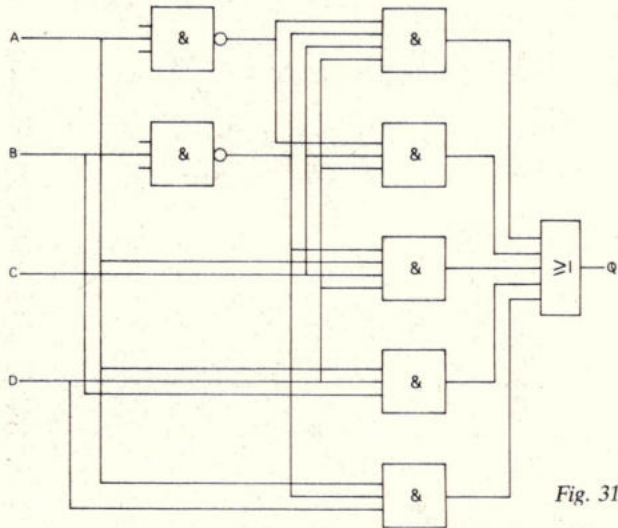

Fig. 31.
7. Gegeven de schakeling van fig. 31.